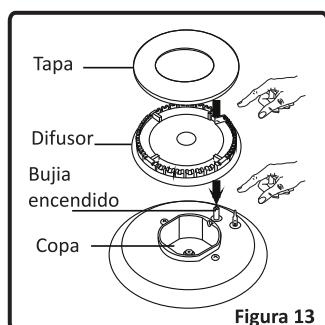

Figura 13
Después de encender el quemador, revise visualmente la llama. Si usted la ve amarilla, muy levantada o inestable, apague el quemador y revise el montaje correcto de las partes del quemador. Figura 13. También asegurese que no entro líquido dentro de la copa del quemador. Si la llama del quemador se apaga sola accidentalmente, gire la perilla a la posición OFF, ventile la cocina con aire fresco, y no vuelva a encenderlo por 90 segundos.
- Retire las rejillas de la mesa, los sombreros esmaltados y los difusores (Figura 13)